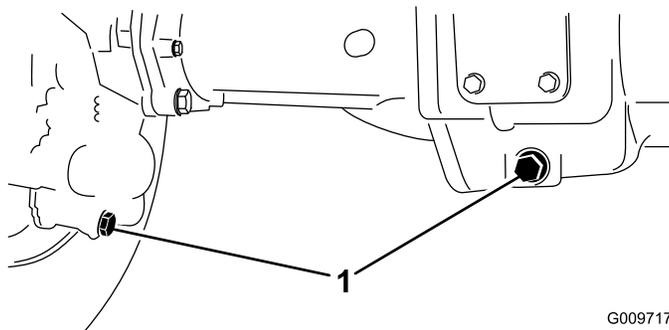

Рисунок 107
2. Очистите область вокруг трех сливных пробок, по одной на каждом конце и одной в центре (**Рисунок 107**).